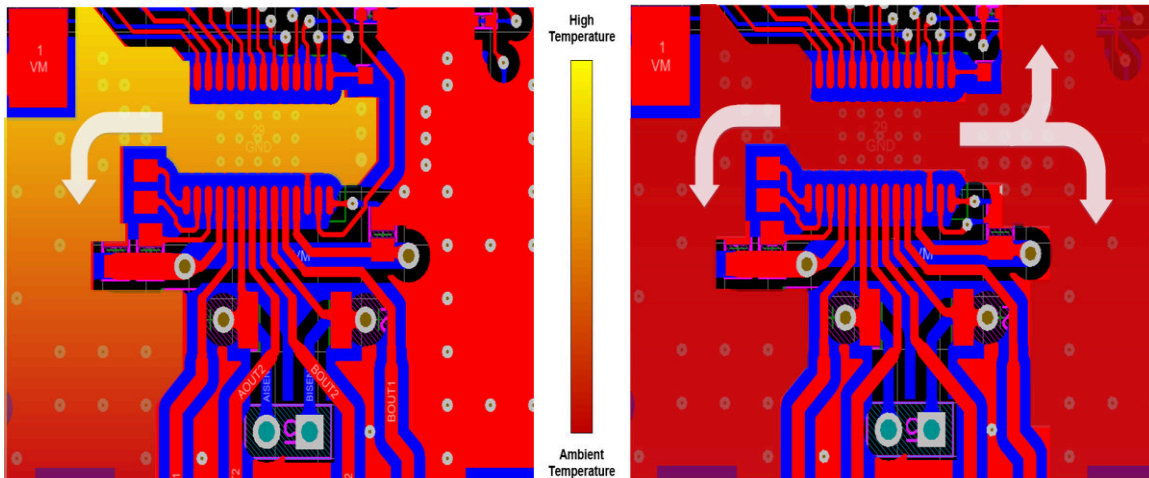

図 7-5. くびれたグラウンドプレーンと連続的なグラウンドプレーンの温度分布の比較
- システム/基板全体に対して、大きく途切れのない単一のグラウンドプレーンを使用するようにしてください。グラウンドプレーンは PCB の下層に作成できます。図 7-5 に、ドライバの下のグラウンドプレーンが連続的である場合に対して、グラウンドプレーンがくびれている場合に温度が上昇する例を示します。